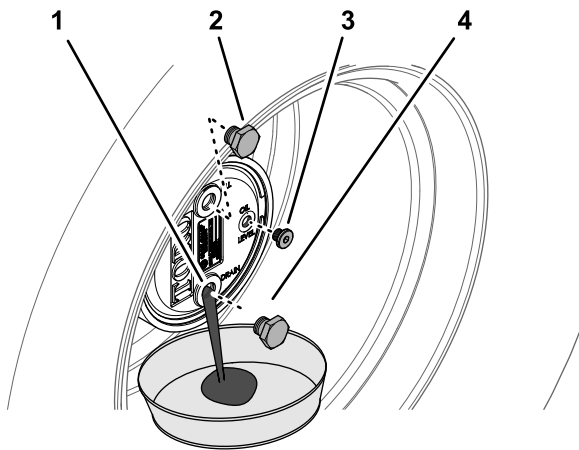

図 105
2. 補給プラグが時計の 12 時を指し、点検プラグが 3 時の位置を指すようにマシンを駐車する 図 105。
3. プラネタリハブの下にオイル回収容器を置き、6 時の位置にあるドレンプラグを外してオイルを抜く 図 105。
5. プラネタリハウジングのドレン穴にプラグを取り付ける 図 105。